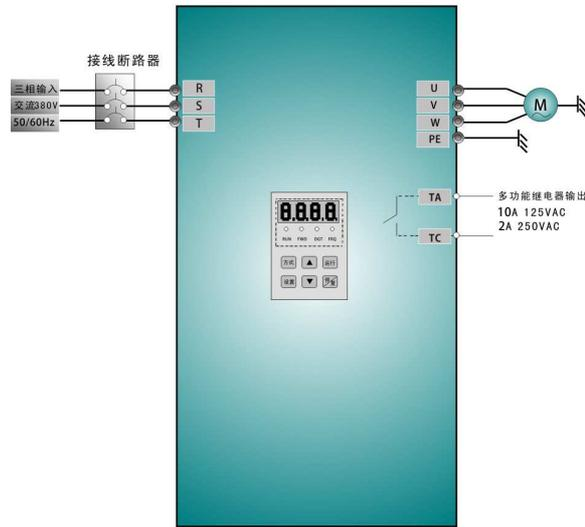

图 4-1 接线图 1
- (1) 按图 4-1 配线，检查接线正确后，合上空气开关，变频器上电；
- (2) 按方式键，进入编程菜单。
- (3) 设置变频器的功能参数：
- ① 进入 F203 参数，设置为 0；
- ② 进入 F113 参数，设置目标频率为 50.00Hz；
- ③ 进入 F200 参数，设置为 0，选择键盘控制起动方式；
- ④ 进入 F201 参数，设置为 0，选择键盘控制停机方式；
- ⑤ 进入 F202 参数，设置为 0，选择正转锁定。
- (4) 按运行键，起动变频器运行；
- (5) 在运行中，可按动▲或▼键，修改变频器当前频率；
- (6) 按“停/复”键一次，电机减速，直到停止运行；
- (2) 按方式键，进入编程菜单；
- ① 进入 F132 参数，设置为 1，选择键盘点动；
- ② 进入 F200 参数，设置为 0，选择操作键盘运行命令控制方式；
- ③ 进入 F124 参数，设置点动运行频率为 5.00Hz；
- ④ 进入 F125 参数，设置点动加速时间为 30s（以 7.5KW 为例）；
- ⑤ 进入 F126 参数，设置点动减速时间为 30s（以 7.5KW 为例）；
- ⑥ 进入 F202 参数，设置为 0，选择正转锁定。
- (4) 一直按住运行键，电机加速到点动设定频率，并保持点动运行状态；
- (5) 松开运行键，电机减速，直到停止点动运行；